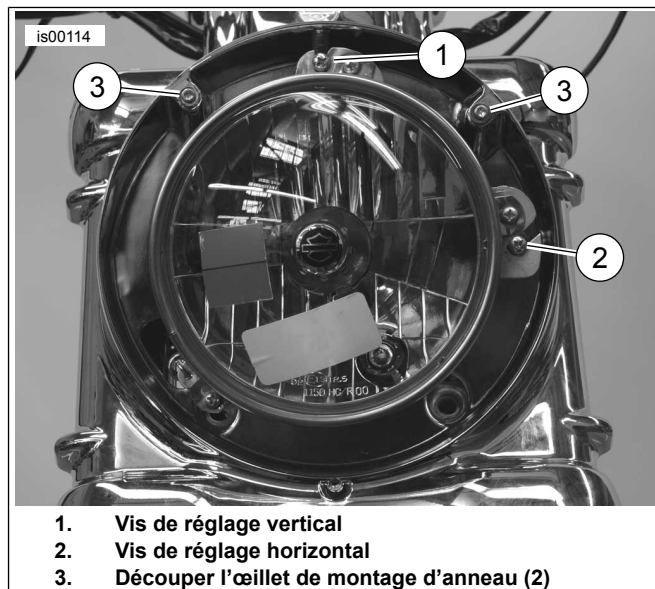

Figure 8. Réglage du phare
- a. Voir Figure 8. Relever ou abaisser le faisceau de phare selon les besoins en tournant la vis de réglage vertical (1). Tourner la vis dans le sens horaire pour relever le faisceau et dans le sens antihoraire pour abaisser le faisceau.
- b. Voir Figure 8. Régler le faisceau de phare vers le gauche ou vers la droite selon les besoins en tournant la vis de réglage horizontal (2). Tourner la vis dans le sens horaire pour régler le faisceau vers le côté droit de la moto, ou dans le sens antihoraire pour régler le faisceau vers le côté gauche de la moto.